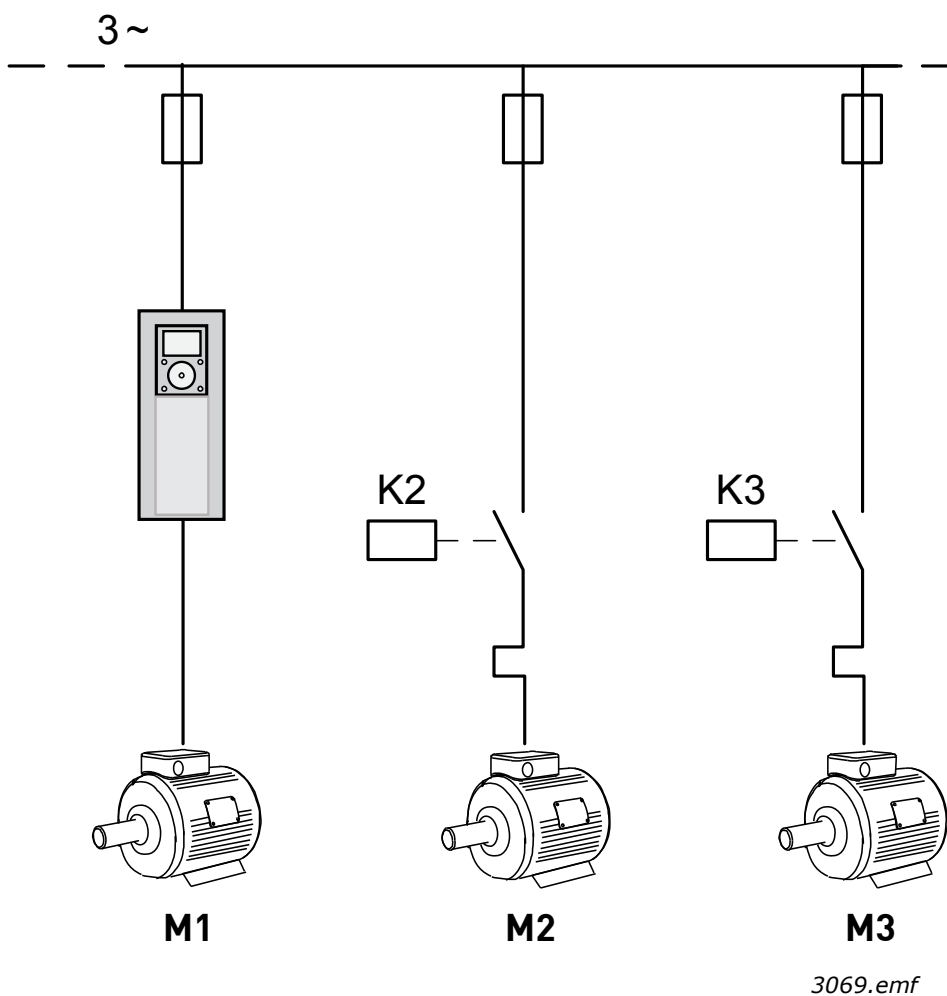

Рис. 10. Принципиальная схема соединений, при автозамене вспомогательных двигателей.
**ПРИМЕЧАНИЕ.** В зависимости от выбранного режима автозамены необходимо настроить различные подключения (См. Рис. 10 и Рис. 11).